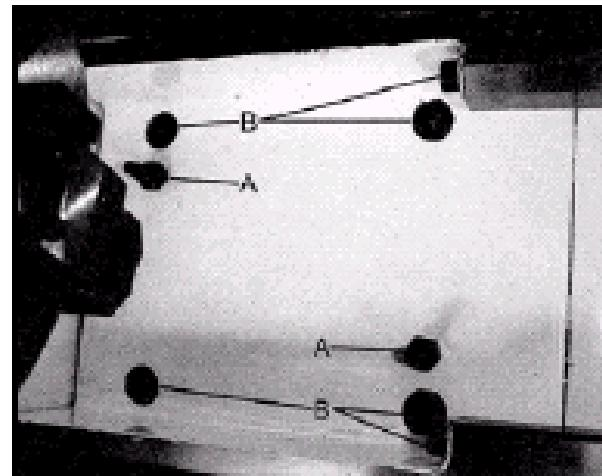

Рис.21
Вытащите конические штифты (B, рис.21) посредством подтягивания гаек (A). Удалите винты (B).